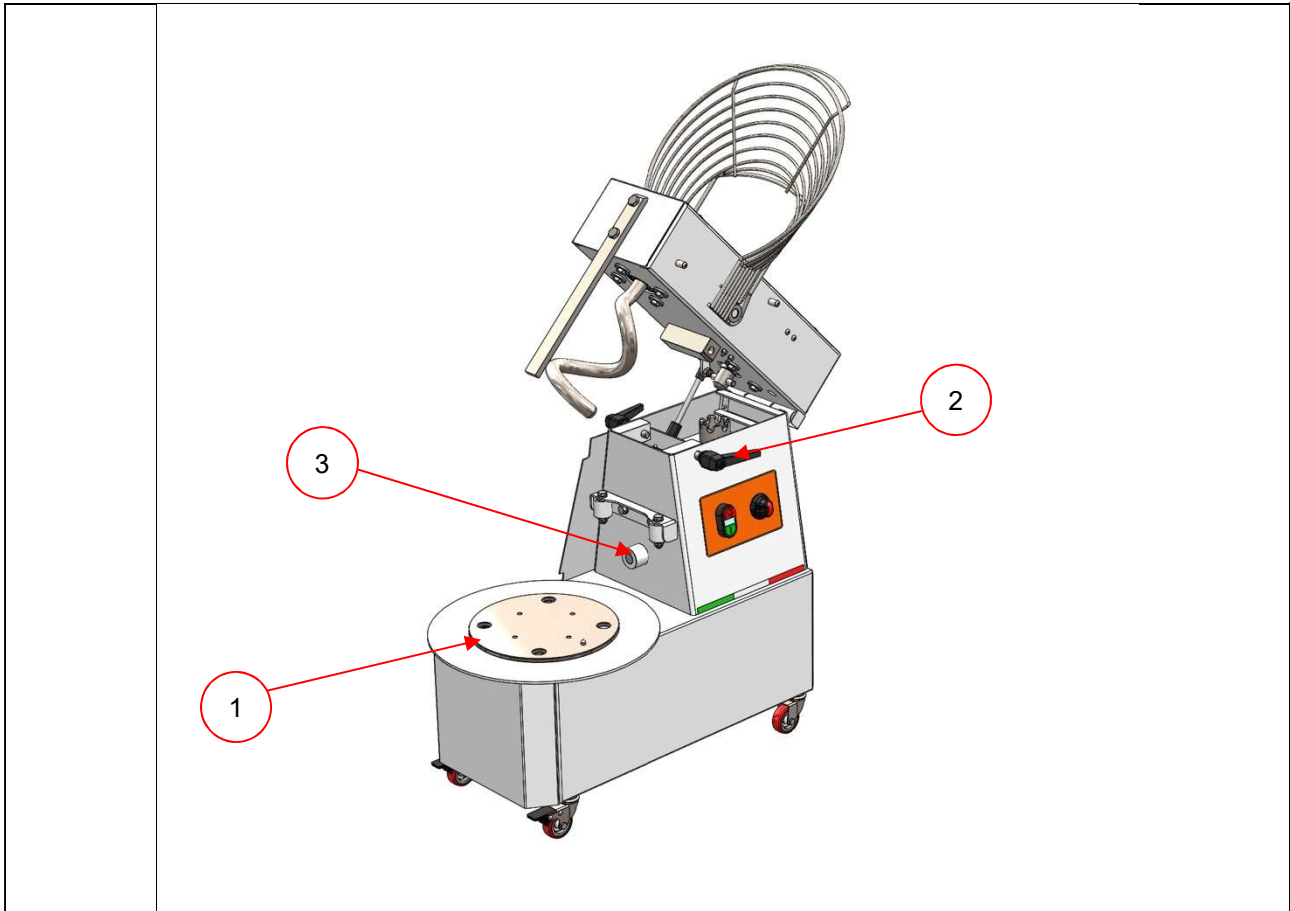

Figura 3-2 Impastatrice con testa ribaltabile
- n.1 sensore di prossimità posto tra la vasca e il telaio della macchina (solamente per i modelli di macchina con la testa ribaltabile e la vasca rimovibile, vedi Figura 3-2).